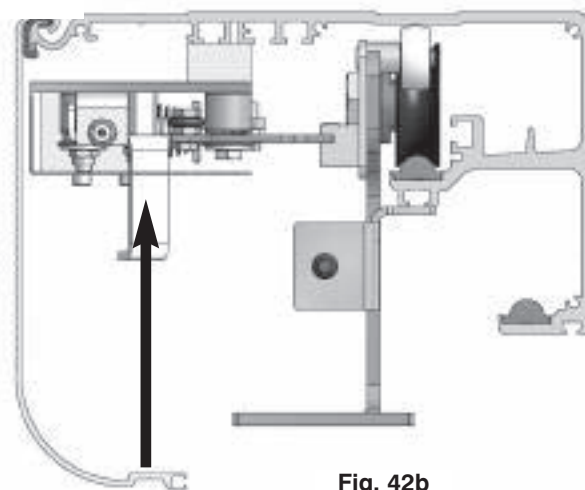

Fig. 42b
- Percer le couvercle de l'automatisme à hauteur de la bride de déblocage pour permettre l'introduction de la clé fournie si nécessaire(Fig. 42b).